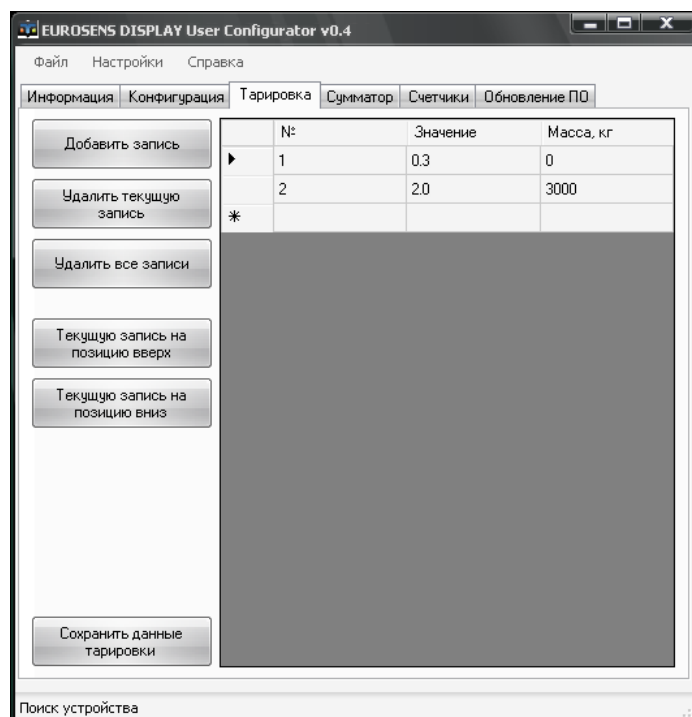

Рис.47
11) Внести во следующую строку таблицы в графе **"Значение"** текущее значение напряжения на выходе датчика (рис.47). Значение массы в таблице (см. графа **"Масса, кг"**) должно быть равно сумме массовых частей внесенного груза.